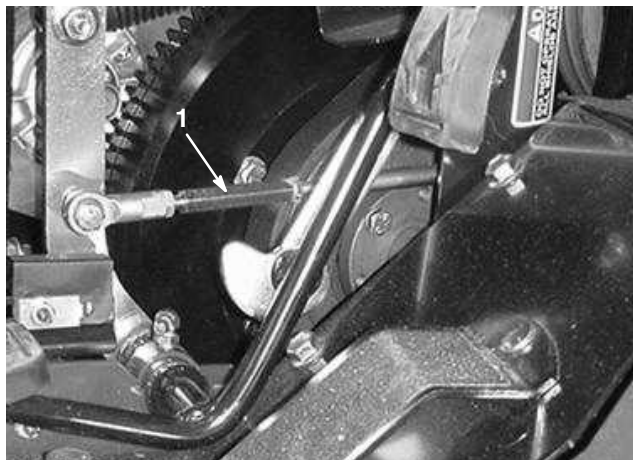

Figure 60
2. Desserrez les écrous de blocage aux extrémités de la tige de déplacement (Fig. 60).